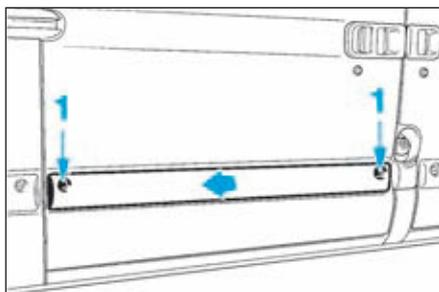

FIG.135
- Déposer les vis de fixation (1) (Fig.135).